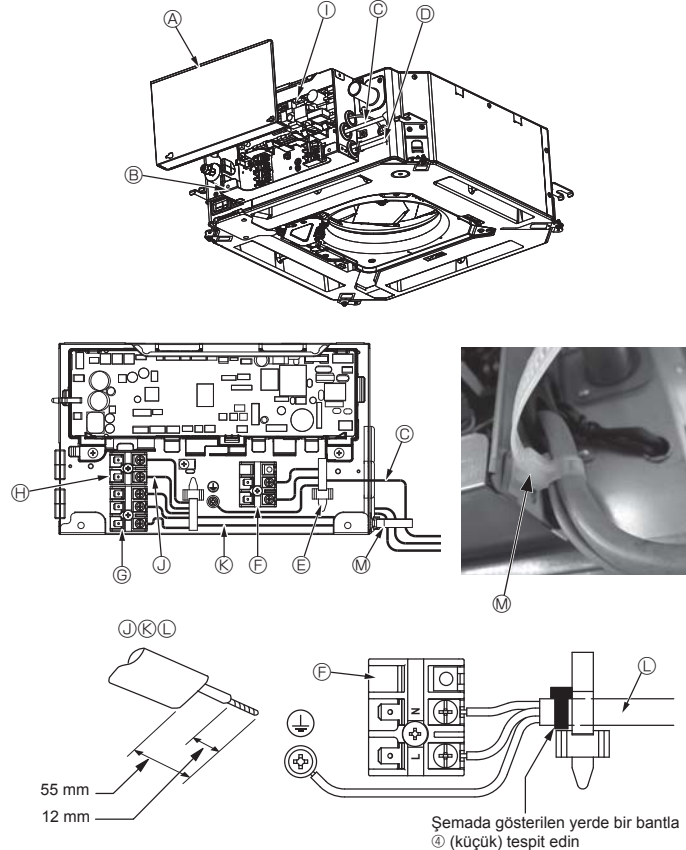
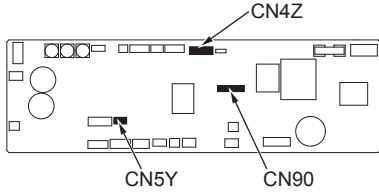
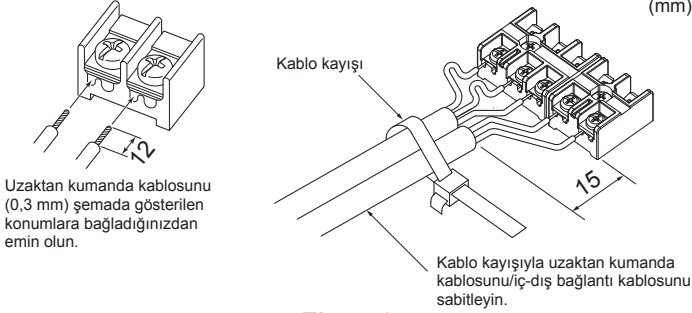

Fig. 4-1
Fig. 4-2
Fig. 4-3
4.1. İç ünite (Fig. 4-1, Fig. 4-2, Fig. 4-3)